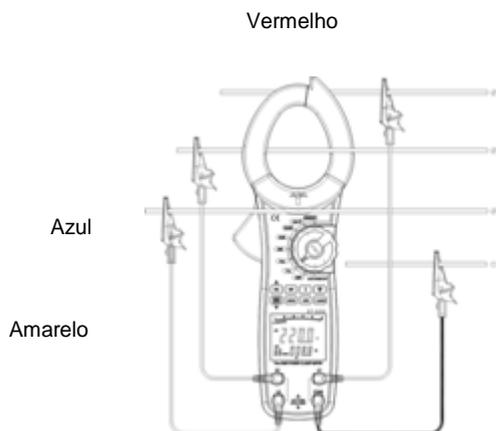

Figura 6
- Quando meça 4 condutores trifásicos ligue o medidor como a figura 6.
Na figura 6 $\Sigma W = W1 + W2 + W3$.
- 3.. Para o método de conexão trifásico de 4 condutores e trifásico de 3 condutores veja a figura 6 e 15.